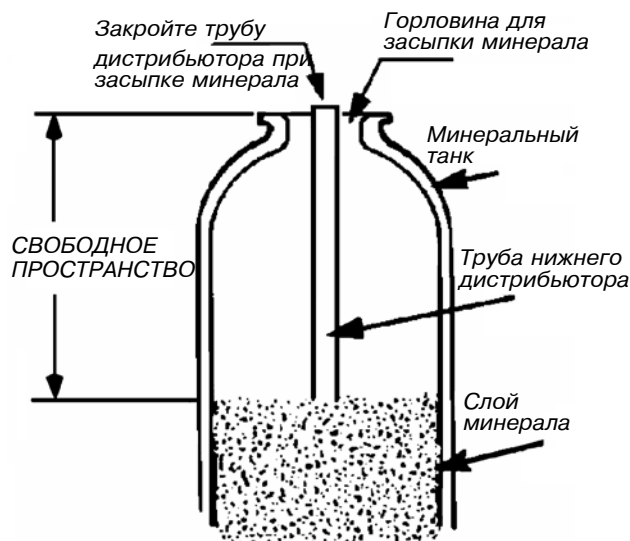

Рис. 13
8. Используя, например, длинную металлическую линейку измеряйте расстояние до слоя минерала (рис. 13). Если свободное пространство больше, чем указано в таблице, добавьте минерал.